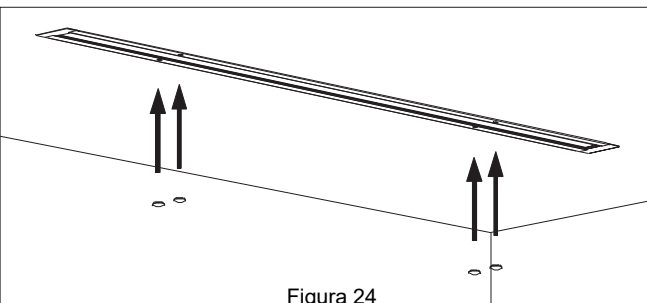

Figura 24
7. Instala tapones de goma para ocultar las cabezas de los tornillos. **Ver Figura 24.**